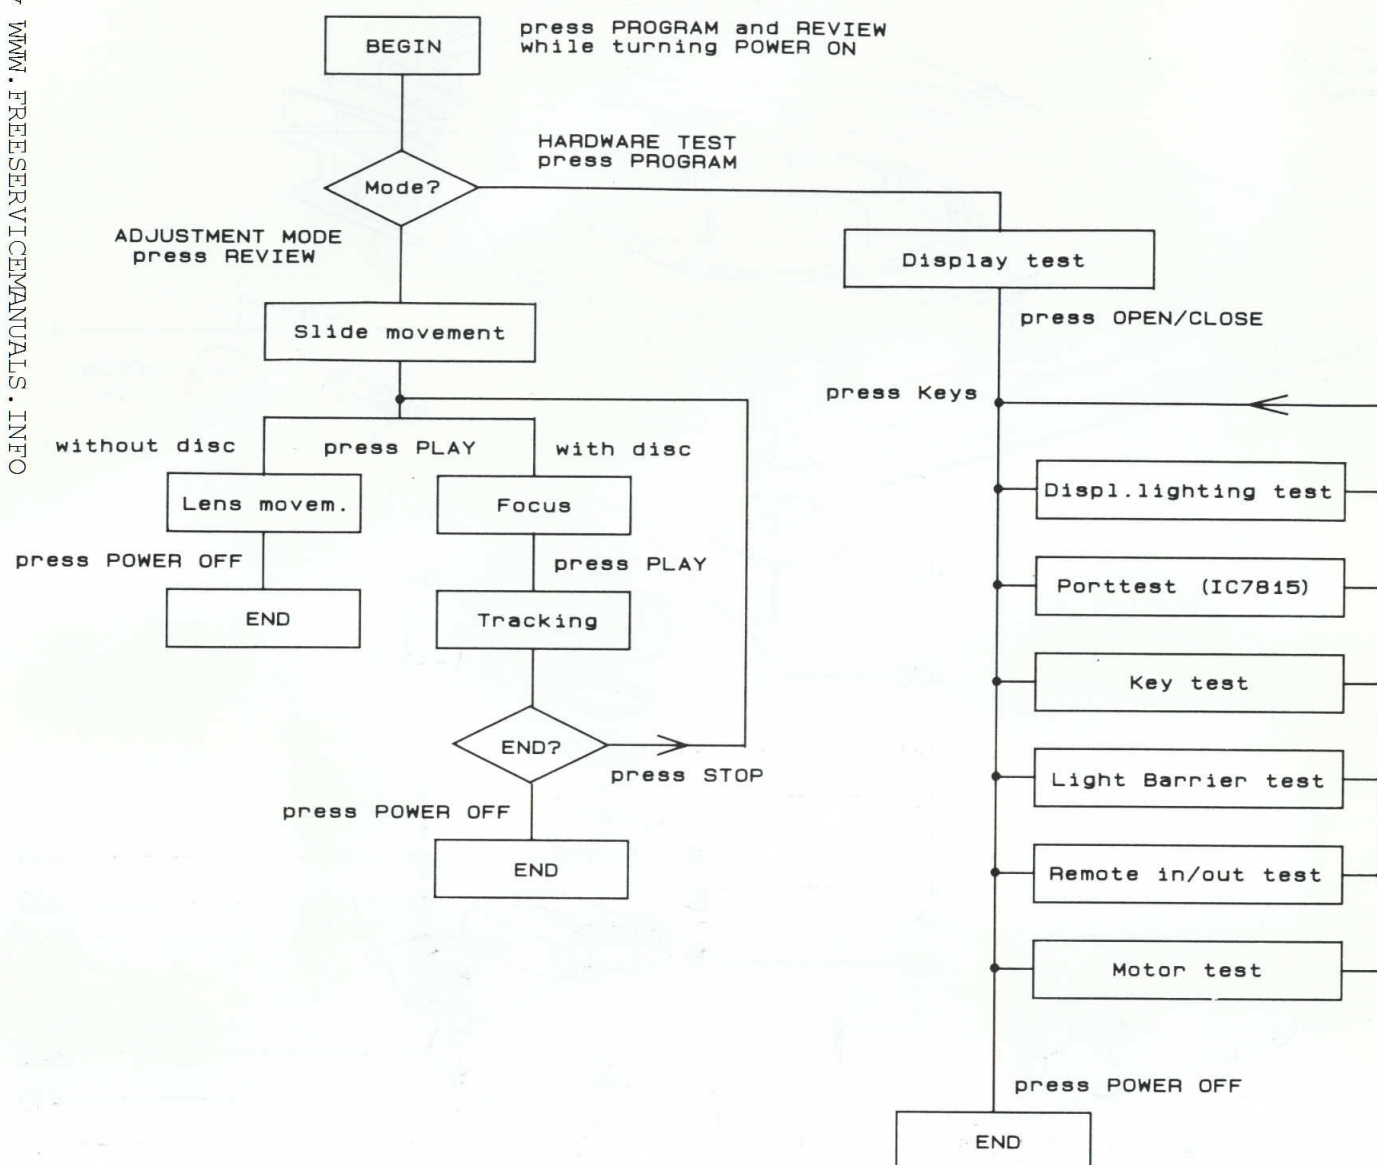

FIG. 1
- 2. Enlevez la partie supérieure du boîtier en tirant latéralement, puis en soulevant la partie supérieure du boîtier. Soulevez d'abord par l'arrière (Fig. 1)
- 2. Verwijder het bovengedeelte van de behuizing door dit bij de zijden los te trekken en door vervolgens de bovenzijde van de behuizing weg te tillen. Aan de achterzijde beginnen met optillen (zie Fig. 1).
- *) Check display as shown in Fig. 1.
Vérifiez l'afficheur comme indiqué à la Fig. 1.